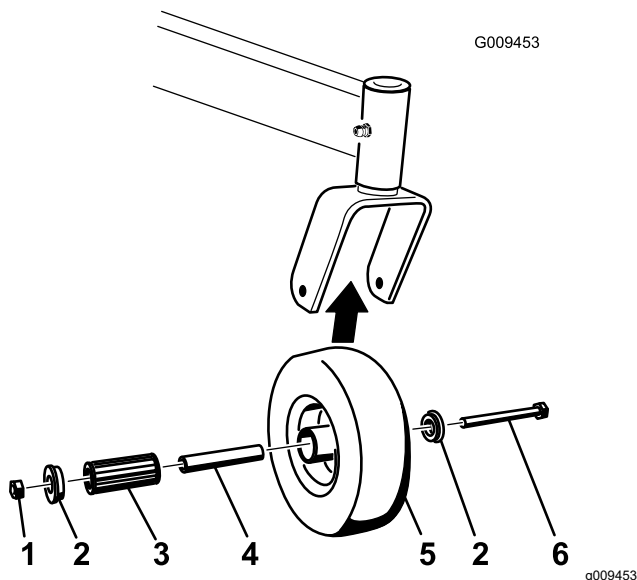

Figura 61
1. Retire la contratuerca y el perno que sujetan la rueda giratoria a la horquilla (Figura 61).
- Retire un solo casquillo y tire del casquillo intermedio y del cojinete de rodillos para sacarlos del cubo de la rueda (Figura 61).
- Retire el otro casquillo del cubo de la rueda y limpie la grasa y la suciedad del cubo de la rueda (Figura 61).
**Nota:** Repare o cambie cualquier pieza dañada o desgastada (Figura 61).
- Coloque un casquillo en el cubo de la rueda (Figura 61).
- Engrase el cojinete de rodillos y el casquillo intermedio y deslícelos en el cubo de la rueda (Figura 61).
- Coloque el segundo casquillo en el cubo de la rueda (Figura 61).
- Instale la rueda giratoria en la horquilla y fíjela con el perno y la contratuerca (Figura 61).
- Apriete la contratuerca hasta que el casquillo intermedio se apoye contra el interior de las horquillas de las ruedas giratorias (Figura 61).